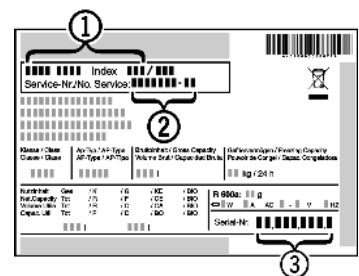

Fig. 3
- ▶ A készülék megnevezését *Fig. 3 (1)*, a szerviz- *Fig. 3 (2)* és sorozatszámot *Fig. 3 (3)* a típusabláról olvassa le. A típusábla a készülék belsejében baloldalon található.
- ▶ Értse a vevőszolgálatot a hibáról, és adja meg nekik a készülék megnevezését *Fig. 3 (1)*, a szerviz- *Fig. 3 (2)* és a sorozatszámot *Fig. 3 (3)*.